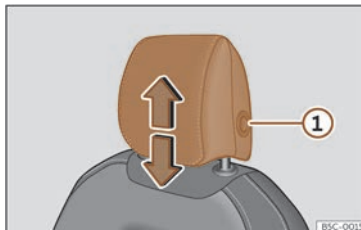
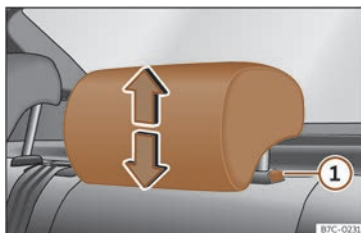

Fig. 108 Asento dianteiro:regulación do repousacabezas.
Fig. 109 Repousacabezas traseiro:regulación do repousacabezas.
mesma acción, premendo o botón lateral ① >>> **fig. 108**>>> **fig. 109**.